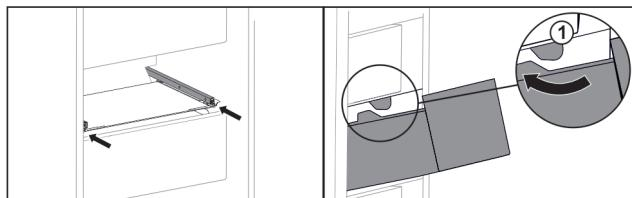

Fig. 160
- Прокарарайте чекмеджето около ограничителите Fig. 160 (1).